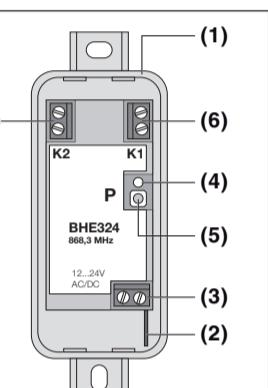

Fig. 1
**2 Gerätebeschreibung****2.1 Empfänger BHE324 (Fig. 1)**
**2 Device description****2.1 Receiver BHE324 (Fig. 1)**
**2 Description de l'appareil****2.1 Récepteur BHE324 (fig. 1)**